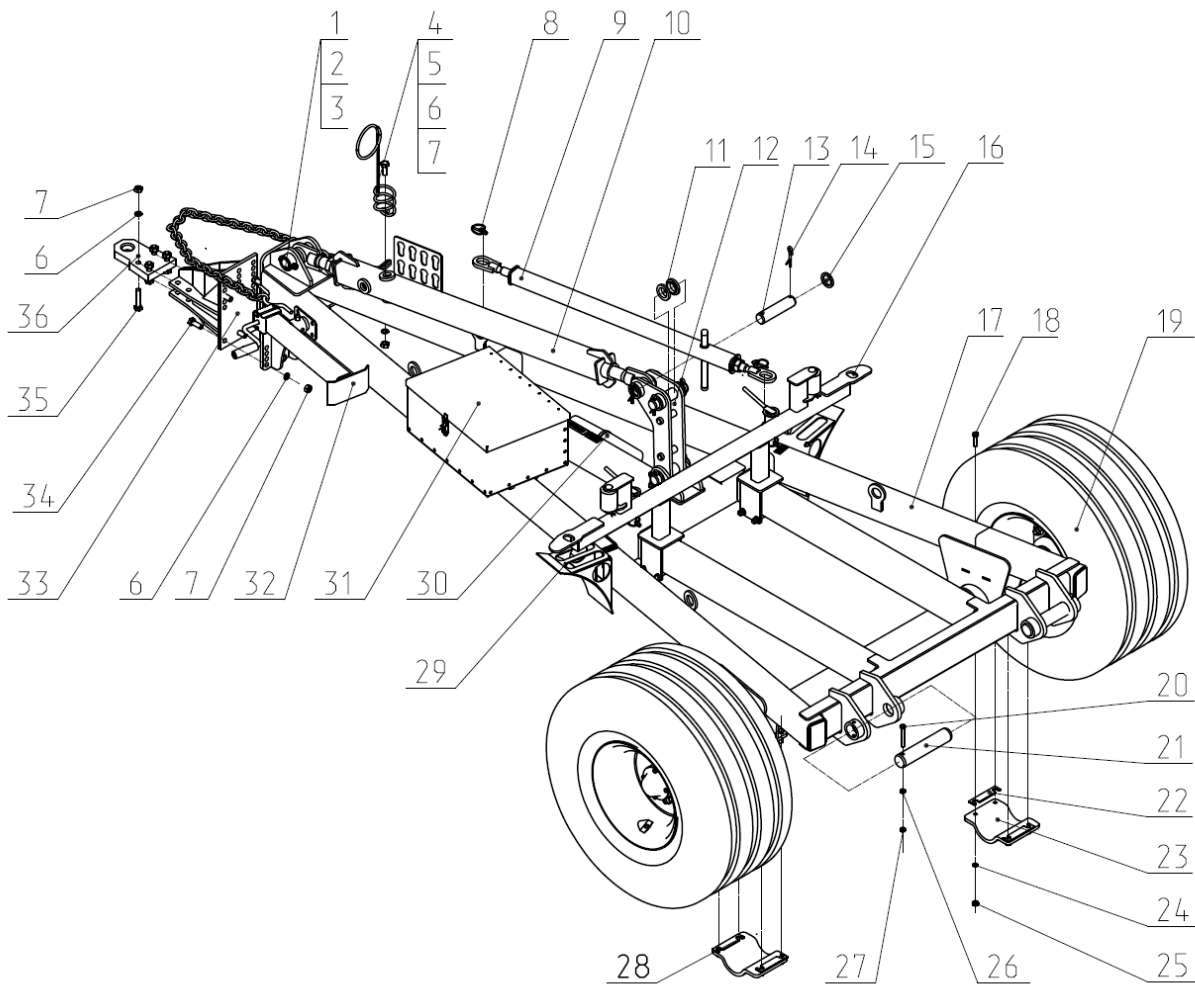

Рис.6 КБП4 01.080 Сница в сборе.
2.2.1 Сница в сборе (рис.6) состоит из сницы 17, мост 19, поддержка балок 29, растяжка 10, кронштейн 33, серьга 36.
2.3 Секция рабочих органов (рис.6, 7) предназначена для выполнения основной технологической операции культивация, выравнивание, прикатывание почвы. Секция состоит из подвески 2 закрепленной на боковой балке болтами М20х120, поводка 1 шарнирно закрепленного на боковой балке. К поводку шарнирно закреплена рамка 5, опирающаяся на опорные катки 3 и 7. На рамке шарнирно установлены кронштейны 10 и 11, соединенные между собой тягой 6. К нижним отверстиям кронштейнов шарнирно закреплена секция 4.